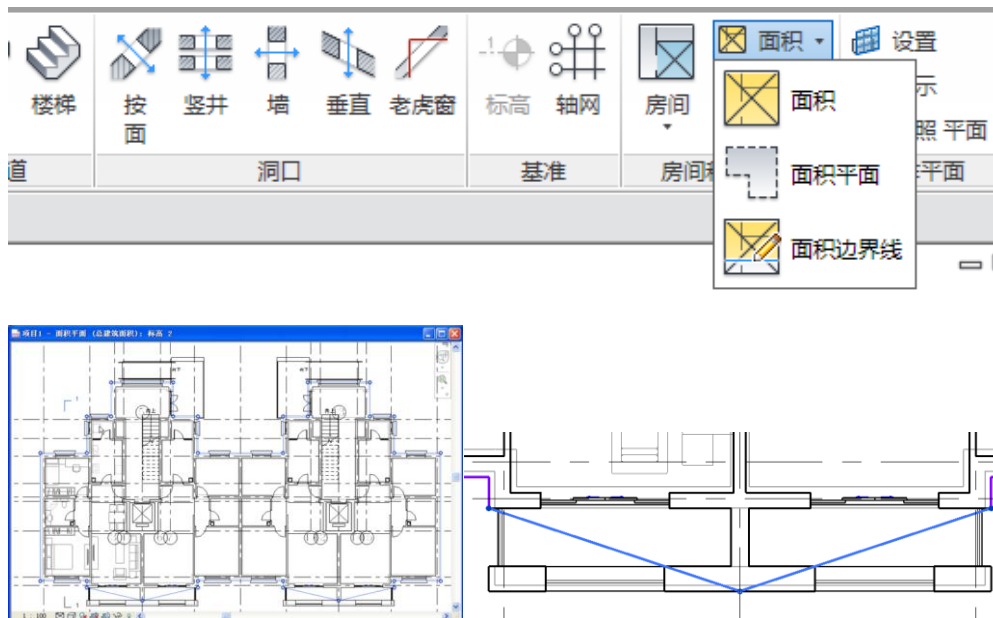

图 6-63
- 3) 进入新建的 F1 面积平面，点击“常用”选项卡>“房间和面积”面板>“面积”工具，在下拉菜单中点击“面积边界线”按钮，沿外墙外侧边缘线绘制图示闭合轮廓线，因阳台面积在总面积中计算一半，故在阳台位置通过绘制对角线轮廓来实现（如图 6-63 所示）。